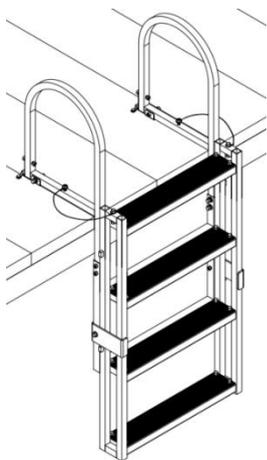

Fig 1
- 22) Placera stegen i poolen utan magiskt tejpband (Fig1.), låt sedan stegens botten vidröra poolens botten, haka fast stegen i spännstället,